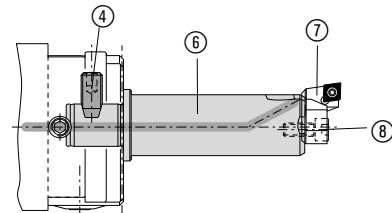

Fig. 3
**Corps cranté et porte-plaquette (Fig. 3)**